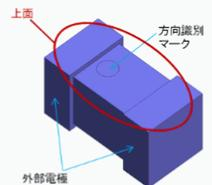

図1 LQP02TN_02/LQP03TN_02シリーズの外観図
- LQP02TN_02/LQP02TQ_02/LQP03TN_02の各シリーズの上側は、方向識別マークが存在する面になります(図1)。